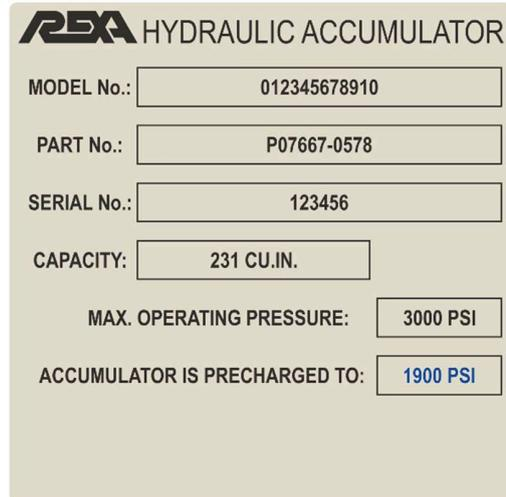

Figura 10: Etiqueta de pressão da garrafa
Se o atuador for instalado em um ambiente de gás perigoso, classificado como Divisão 1 ou Zona 1, será fornecido um módulo à prova de explosão C ou D, mostrado na Figura 10.
3. Adicione nitrogênio usando o kit de carga apropriado (número de peça REXA K09851-3000). Veja a Figura 15 abaixo. Usando o procedimento de pré-carregamento, DOC134, adicione nitrogênio até que a pressão atinja o que é mostrado na etiqueta da garrafa (normalmente 1900 psi) mostrada na Figura 10.